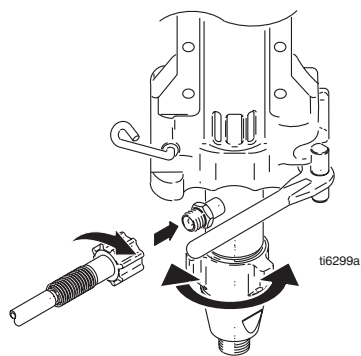

FIG. 26
4. FIG. 26. Luk pumpelågen, og drej låsen på plads. Låsen må ikke tilspændes.
5. FIG. 26. Drej pumpen, så den er på linje med farveslangen. Tilslut farveslangen, og tilspænd med fingrene med et moment på 8 Nm.